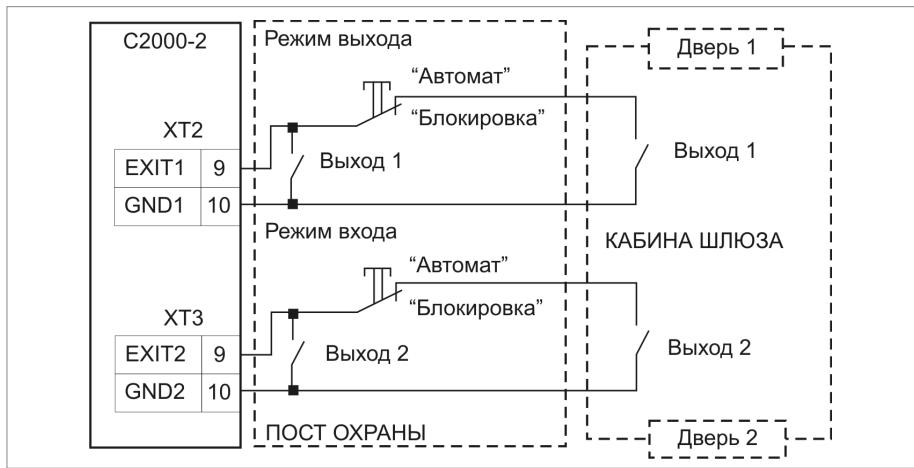

Рисунок 9. Схема подключения переключателей режима доступа шлюза
- Переключатели режима доступа шлюза, если они указаны в проектной документации, подключайте в соответствии со схемой на рис. 9.